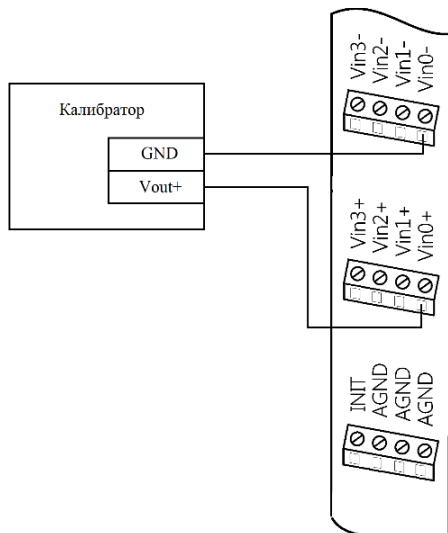
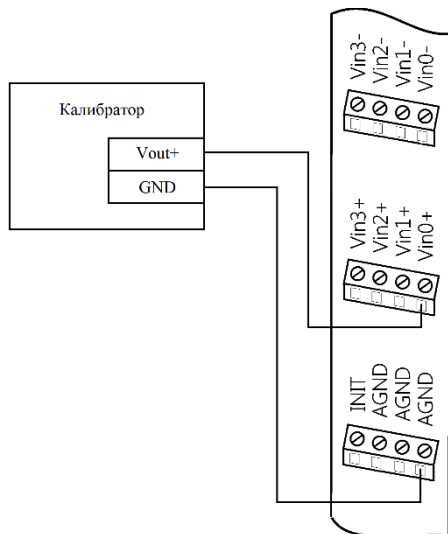

Рис. 4.1. Соединение приборов для юстировки диапазонов напряжений в дифференциальном режиме измерения модуля NLS-8AIп
Рис. 4.2. Соединение приборов для юстировки диапазонов напряжений в одиночном режиме измерения модуля NLS-8AIп
- подключить калибратор к нулевому каналу модуля проводом минимальной длины (для дифференциального режима - в соответствии с рис. 4.1, для одиночного режима – в соответствии с рис. 4.2);